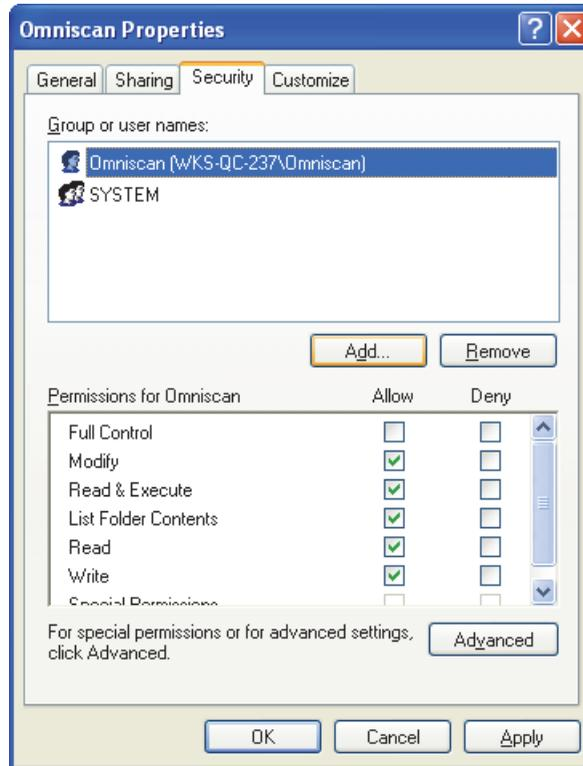

Figure 7-19 Autorisations pour l'utilisateur OmniScan
16. De retour dans l'onglet **Sécurité** de la boîte de dialogue **Propriétés de Omniscan** (voir la Figure 7-19 à la page 231) :